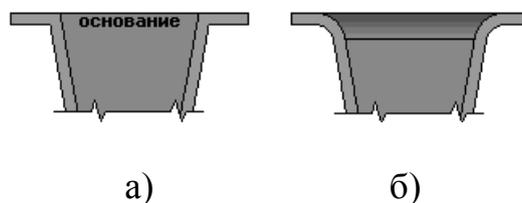

Рис. 10.18. Поперечный разрез штамповки (буртика): а) без скругления ребер основания, б) с радиусом скругления больше нуля
– чтобы скруглить ребра основания (рис. 10.18), включите опцию **Скругление основания** и введите радиус скругления в поле **Радиус скругления основания**. Заданное значение радиуса R используется для скругления внешних ребер основания. Радиус скругления внутренних ребер равен сумме $(R + S)$, где S — толщина листового материала. Минимальное значение радиуса скругления ребер основания — 0;